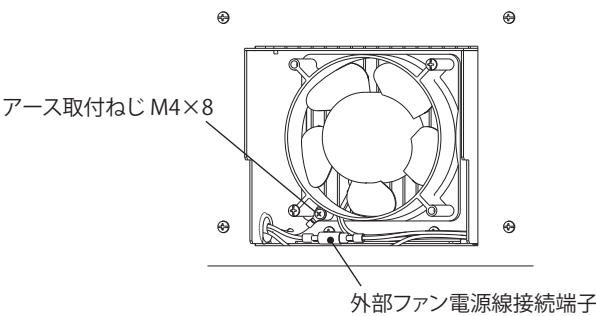

図 3 外部ファン部 (OPHE-10R)
2. 熱交換器ユニット下部の配線を固定している結束バンド、電源線接続端子、およびアース取付ねじ M4×8 を外してください。(図 3)